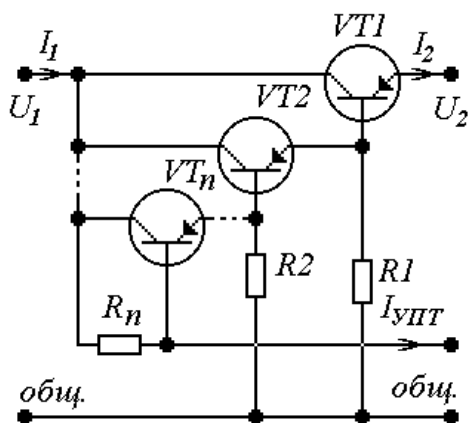

Рис.1. Вариант 1
$$U_{1ном} \geq \frac{U_{2ном} + 4}{1 - 2\delta_1 - q_1}, \text{ для рис. 1, 2.} \quad (1)$$
$$U_{K1} = (1 + \delta_1 + q_1)U_{1ном} - U_{2ном}, \text{ для рис. 1, 2, 3, 4, 5, 6, 7, 8.} \quad (4)$$
$$I_{РЭmax} = I_{2max}, \text{ для рис. 1, 2, 3, 4, 5, 6, 7, 8.} \quad (7)$$
$$I_{Kl} = \frac{I_{РЭmax}}{\prod_{j=0}^{l-1} K_{lj}}, \quad l=1...n, \quad K_{l0} = 1, \text{ для рис. 1...10.} \quad (9)$$
$$K_{I_l} = \beta_l + 1, \quad l=1...n, \text{ для рис. 1, 2, 3, 4, 5, 6, 9, 10.} \quad (10)$$
$$R_l \leq U_{2ном} / I_{K0l}, \quad l=1...(n-1), \text{ для рис. 1, 2, 3, 4, 5, 6.} \quad (12)$$
$$R_n \leq \frac{\left((1 - \delta_1 - q_1)U_{1ном} - U_{2ном} - \sum_{i=1}^n U_{БЭ_i} \right) \prod_{i=1}^n K_{I_i}}{I_{РЭmax}}, \text{ для рис. 1, 2.} \quad (15)$$
$$I_{УПТmax} = \frac{(1 + \delta_1)U_{1ном} - U_{2ном}}{R_n}, \text{ для рис. 1, 2.} \quad (17)$$
$$R_i = \left(\sum_{l=1}^n \frac{\prod_{i=0}^{l-1} K_{I_i}}{r_{d_l}} + \frac{\prod_{i=0}^n K_{I_i}}{R_n} \right)^{-1}, \text{ для рис. 1, 2.} \quad (24)$$
$$R_{\text{вхРЭ}} = \sum_{l=1}^n \left[\left(\frac{1}{r_{\text{вх}_l}} + \frac{1}{R_l} \right)^{-1} \prod_{i=0}^{n-l} K_{I_i} \right], \text{ для рис. 1, 2, 3, 4, 5, 6, 9, 10.} \quad (27)$$